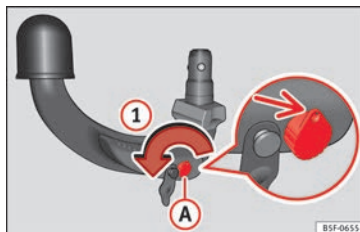

Abb. 220 Schritt 1
- Drehen Sie den Schlüssel in Pfeilrichtung ①, bis sich der gelochte Teil des Schlüssels oben befindet » Abb. 220.